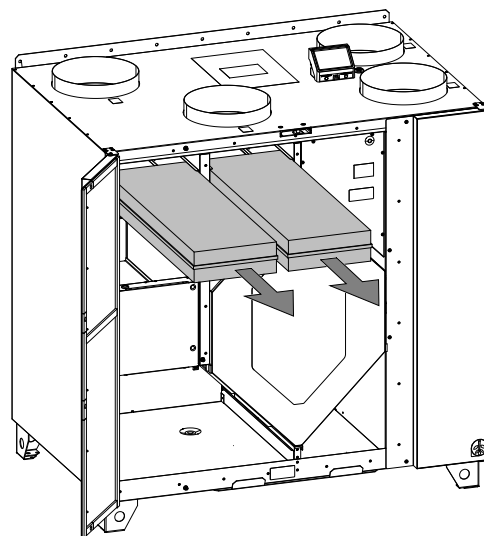

Рис. 6 Замена фильтров
1. Порядок замены фильтров показан на рисунке ниже (рисунок 6).